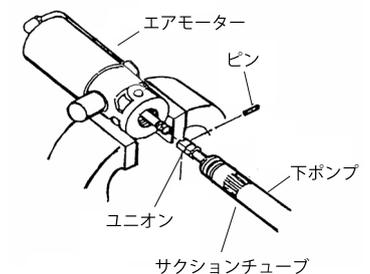

Fig.8
- 4) サクシオンチューブを少し引き離すと、エアモーターとロッドを接続しているユニオンが出てきます。ピンを抜きねじ戻し取り外すと、エアモーターと下ポンプが分離されます。(Fig.8)